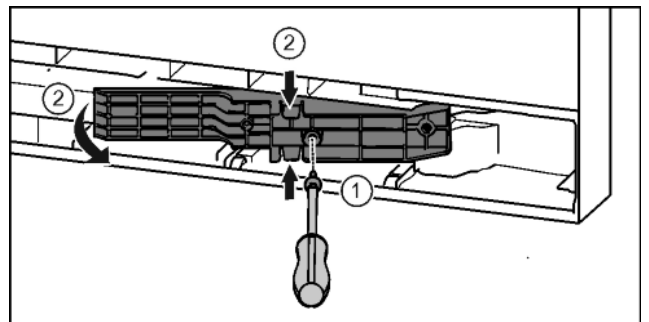

Fig. 21*
- ▶ Schrauben mit Schraubendreher T15 lösen. Fig. 21 (1)*
- ▶ Adapterstück herausziehen. Fig. 21 (2)*